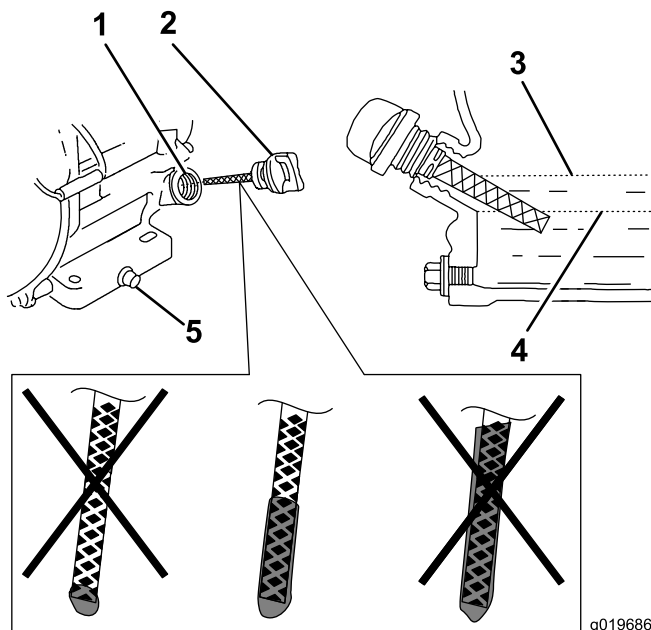

Figure 11
et remplacement de l'huile moteur (page 17). Ajoutez seulement la quantité nécessaire d'huile pour que le niveau atteigne le repère Full sur la jauge ; voir Figure 11.
5. Dévissez de nouveau la jauge et examinez son extrémité. Si le niveau d'huile est bas, versez lentement juste ce qu'il faut d'huile dans le goulot pour amener le niveau en milieu de jauge (Figure 11).